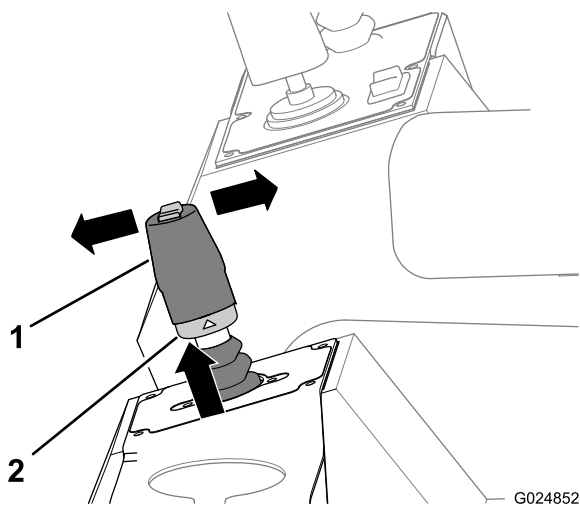

Figure 42
2. Soulevez l'anneau de blocage à la base de la poignée du levier (Figure 42).
- Déplacez le levier en avant (vers l'avant de la machine) pour faire avancer la machine (Figure 42).
- Déplacez le levier en arrière (vers l'arrière de la machine) pour faire reculer la machine (Figure 42).
4. Relâchez l'anneau de blocage et le levier (Figure 42).
5. Ramenez le levier au point mort pour arrêter la machine (Figure 42).